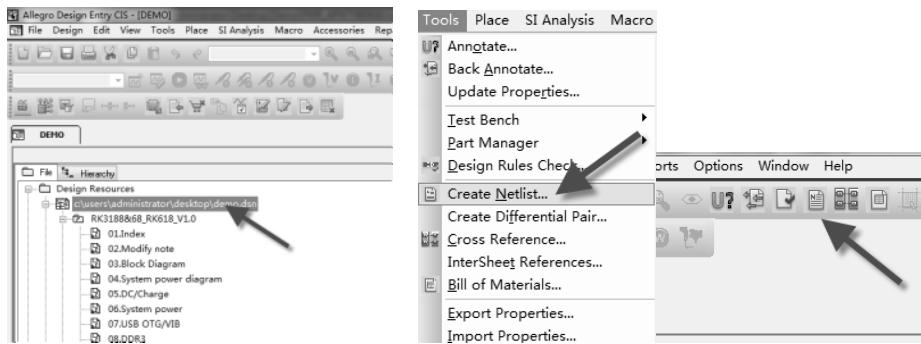

图 8-15 选中原理图并执行命令
(1) 用 Allegro Design Entry CIS 软件打开 OrCAD 版本的原理图，如图 8-15 中左图所示，一定要先选中主结构的原理图页。
(2) 执行菜单命令“Tools–Create Netlist”或者工具栏中的图标命令 ，如图 8-15 中右图所示，准备对网表输出进行设置。